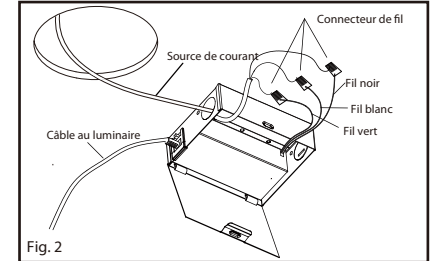

Fig. 2
2. Open the hardwire box swing cover and remove the appropriate knockout, insert a NM connector (for strain relief) in the knockout (not included). Insert the electrical supply cable through the connector/knock out. Use the wirenuts to connect the white wire from the supply wire with the white wire of the junction box. Match the black wire from the supply wire with the black wire of the junction box. Match the copper wire from the supply wire and with the green wire of the junction box. (Fig. 2)
2. Ouvrez le couvercle pivotant de la boîte câblée et retirez le trou approprié, insérez le câble d'alimentation électrique à travers le trou (non fournies). Utiliser les marettes pour jumeler le fil blanc du secteur avec le fil blanc de la boîte de jonction. Jumeler le fil noir du secteur avec le fil noir de la boîte de jonction. Jumeler le fil de cuivre du secteur avec le fil vert de la boîte de jonction. (Fig. 2)